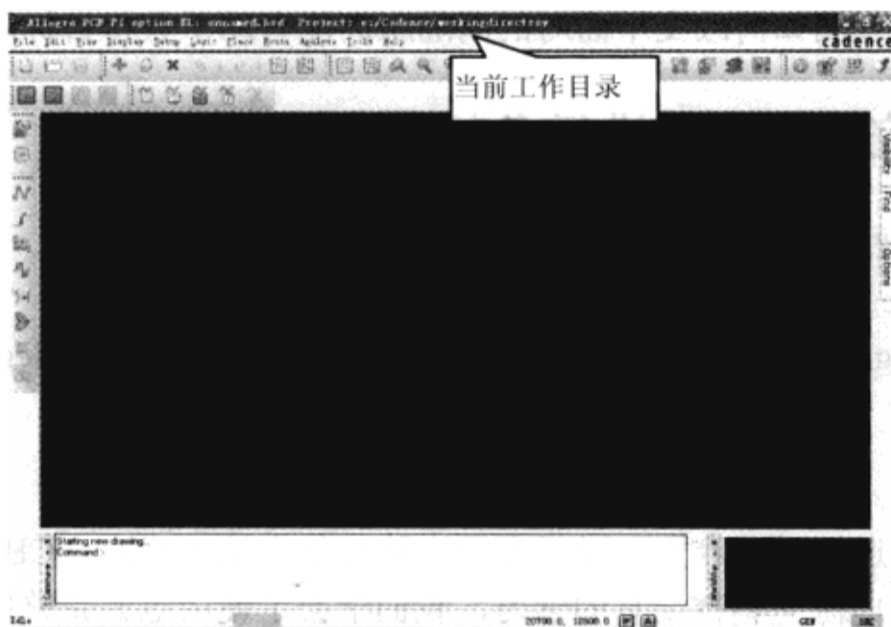

图 9-7-2 Allegro PCB PI option XL 窗口
(2) 在 Cadence 产品列表中选择“Allegro PCB PI option XL”，单击“OK”按钮，会显示 Allegro PCB PI option XL 窗口，注意 Allegro PCB PI option XL 窗口顶部的当前工作目录，这是 Allegro PCB PI option XL 保存当前设计文件的目录，如图 9-7-2 所示。